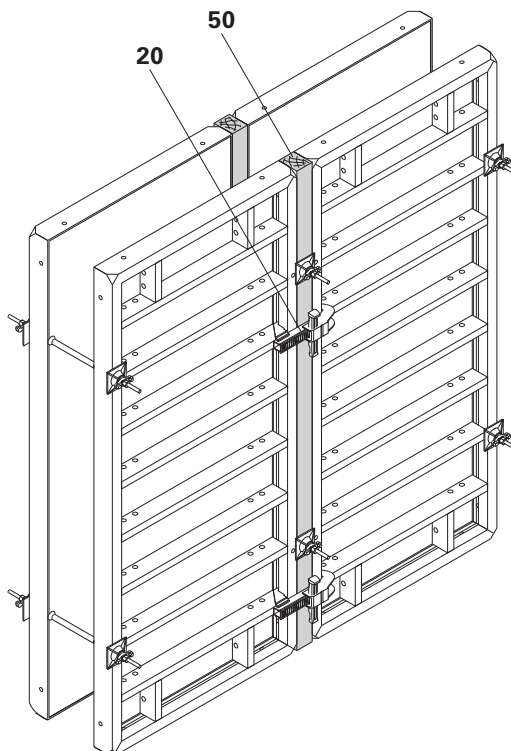

Fig. A12.01
La compensazione longitudinale avviene con una trave squadrata tagliata su misura (50). (Fig. A12.01)
- Le morse BFD (20) devono essere disposte come per i giunti normali.